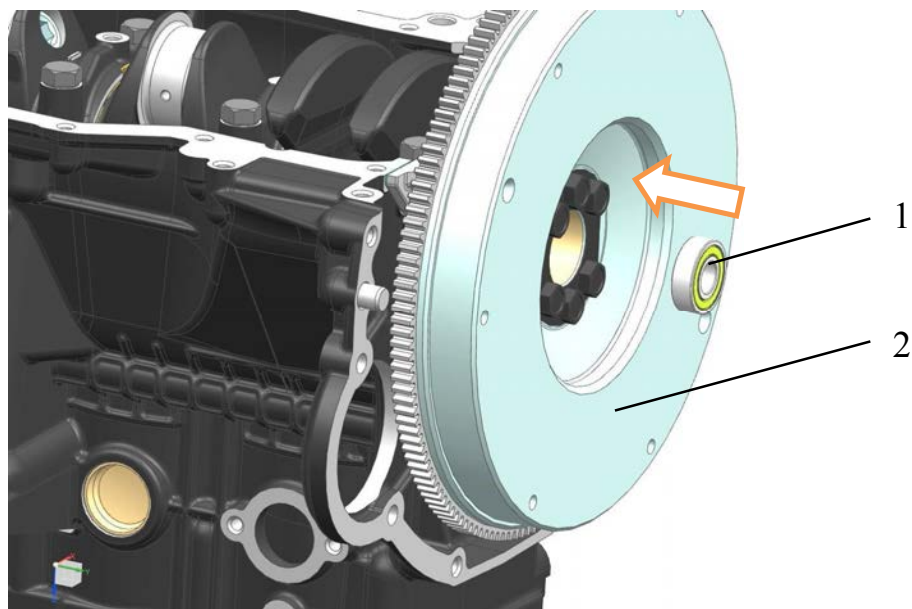

Рис.113. Установка подшипника:
8. Запрессовать подшипник 1 (рис.113) в гнездо маховика 2. Подшипник запрессовывать, прикладывая усилие к наружному кольцу. Запрессовка за внутреннее кольцо приведет к повреждению подшипника.